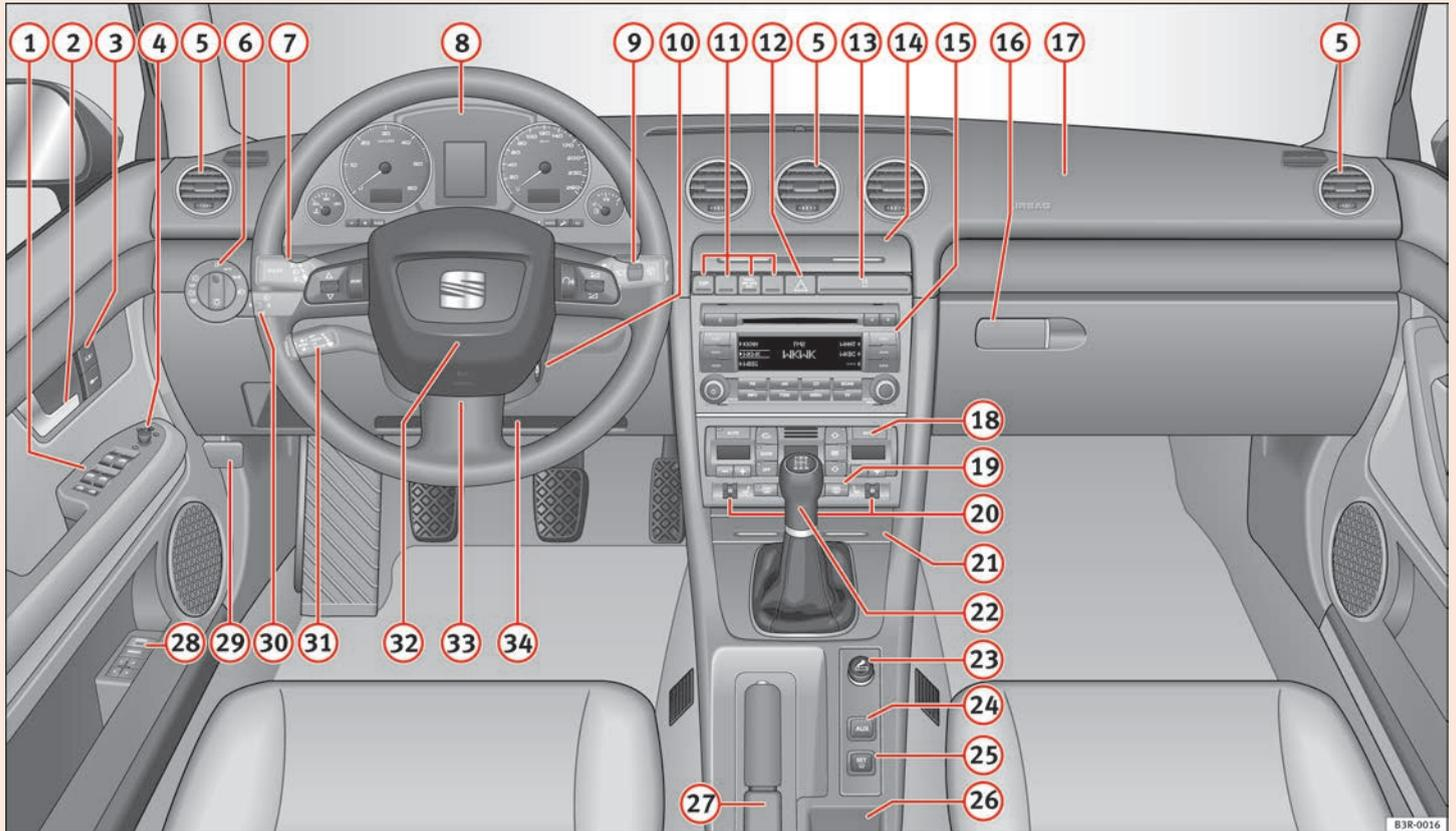

Abb. 36 Einige der gezeigten Instrumente oder Anzeigefelder gehören nur zu bestimmten Modellausführungen oder sind Mehrausstattungen.
- Bei Fahrzeugen mit Rechtslenkung\* weicht die Anordnung der Bedienelemente zum Teil von der in ⇒ Seite 60, Abb. 36 gezeigten Anordnung ab. Die Symbole, die die Bedienelemente markieren, sind jedoch gleich. ■